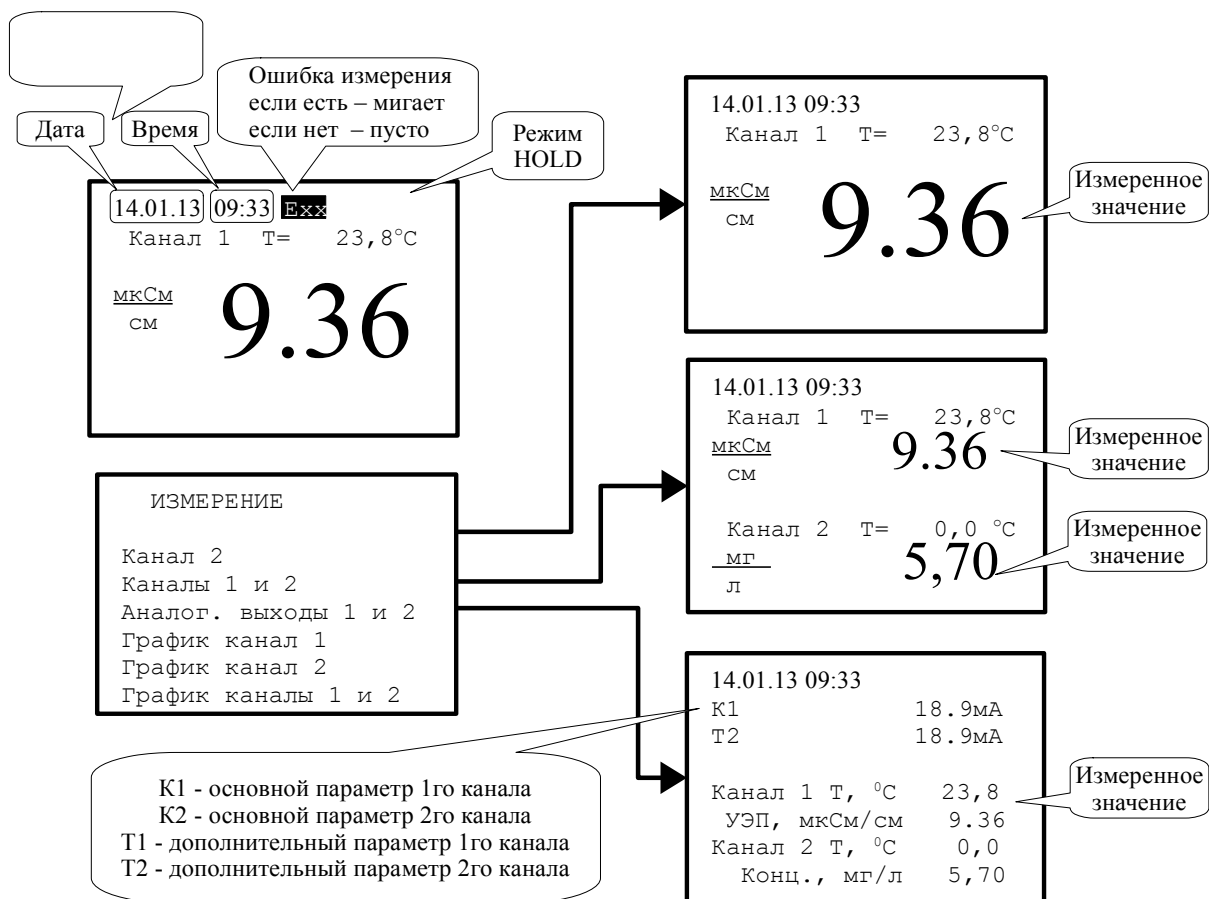

Рисунок 5 - Варианты отображения измеренных параметров в цифровом виде
3.3.1.8 **Канал 1**, **Канал 2**, **Каналы 1 и 2** - цифровое отображение результатов измерения (**Рисунок 5**).
3.3.1.9 **Аналог. выходы 1 и 2** - отображение аналоговых выходных сигналов в виде шкалы, а результатов измерения в цифровом виде (смотри **Рисунок 5**).